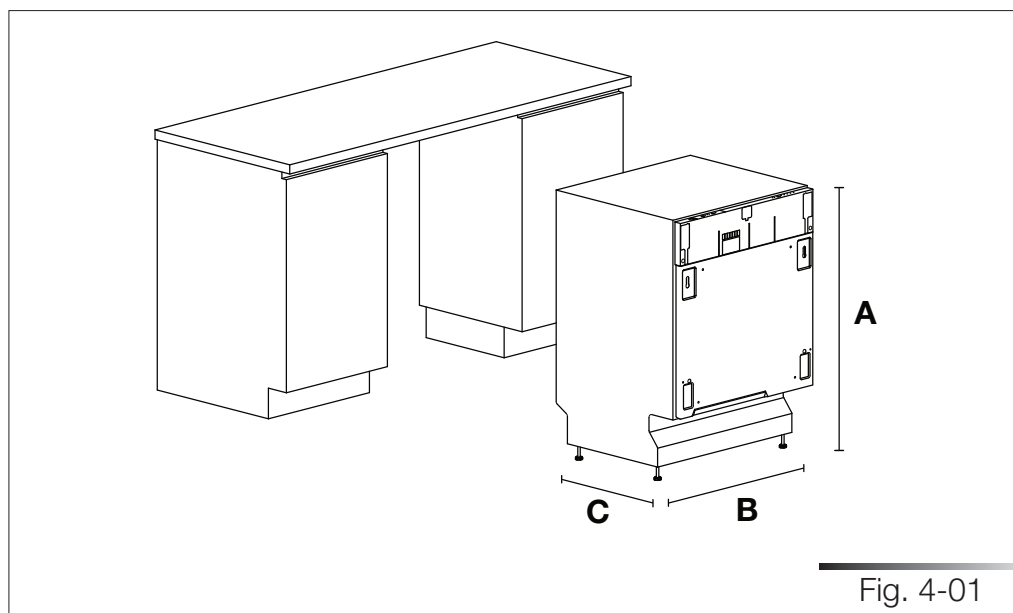

Fig. 4-01
en el cuadro que contiene las figuras se indica, en la parte inferior derecha, su numeración progresiva. Un ejemplo de numeración puede ser “Fig. 4-01”, donde la primera cifra (4) corresponde al capítulo al cual pertenece la figura, mientras que la segunda cifra (01) corresponde al número progresivo de la figura en el capítulo 4 (en el ejemplo la Fig. 4-01 corresponde a la primera figura del capítulo 4). La numeración de las tablas se gestiona del mismo modo, teniendo en cuenta que, en lugar de “Fig.”, se utiliza la abreviatura “Tab.” (p.ej. Tab. 4-01, que corresponde a la primera tabla del capítulo 4). En caso de que la tabla ocupe diferentes páginas, se añadirá una letra después de la cifra progresiva (p.ej. “Tab. 4-01a” y Tab. 4-01b”).
**4** **DIMENSIONES DEL LAVAVAJILLAS** *(Véase la fig. 4-01)*